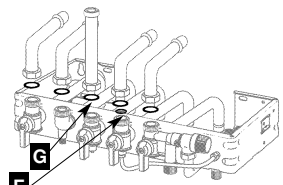

Fig. 11
- de verschillende dichtingen plaatsen, **G (rubber)** voor het gas, de **waterfilterdichting F** voor het koude water, en de aansluitingen van de verbindingsbuizen vastklemmen te beginnen met de gasbuis (fig. 11)